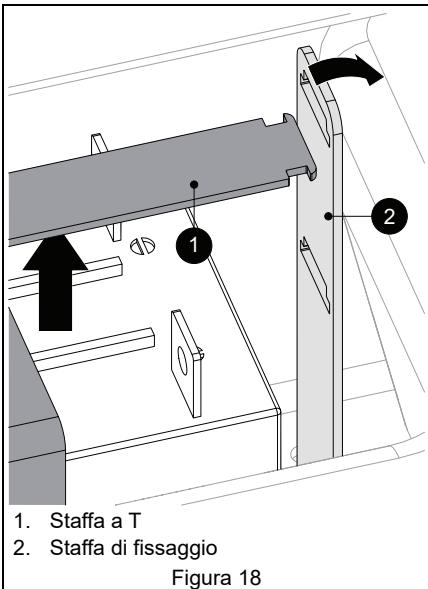

Figura 18
2. Scollegare il cavo negativo e quindi quello positivo dalla batteria. Vedere Figura 18.